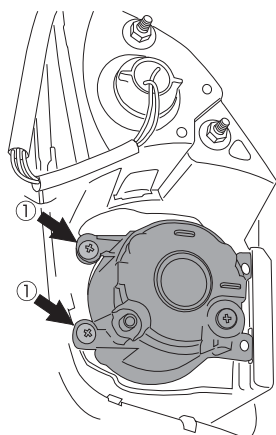

図3
3. 車両側電源コネク터를外し、①スクリーンを外して慎重に純正 Fog を外してください。(図3)